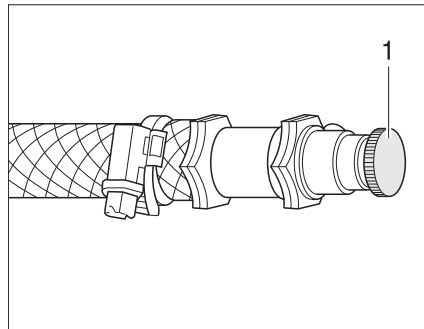

Bild 173 Avluftningsventil varmvatten-värmesystem
- Öppna avluftningsventilen (Bild 173,1) och låt den vara öppen så länge det kommer ut luft.